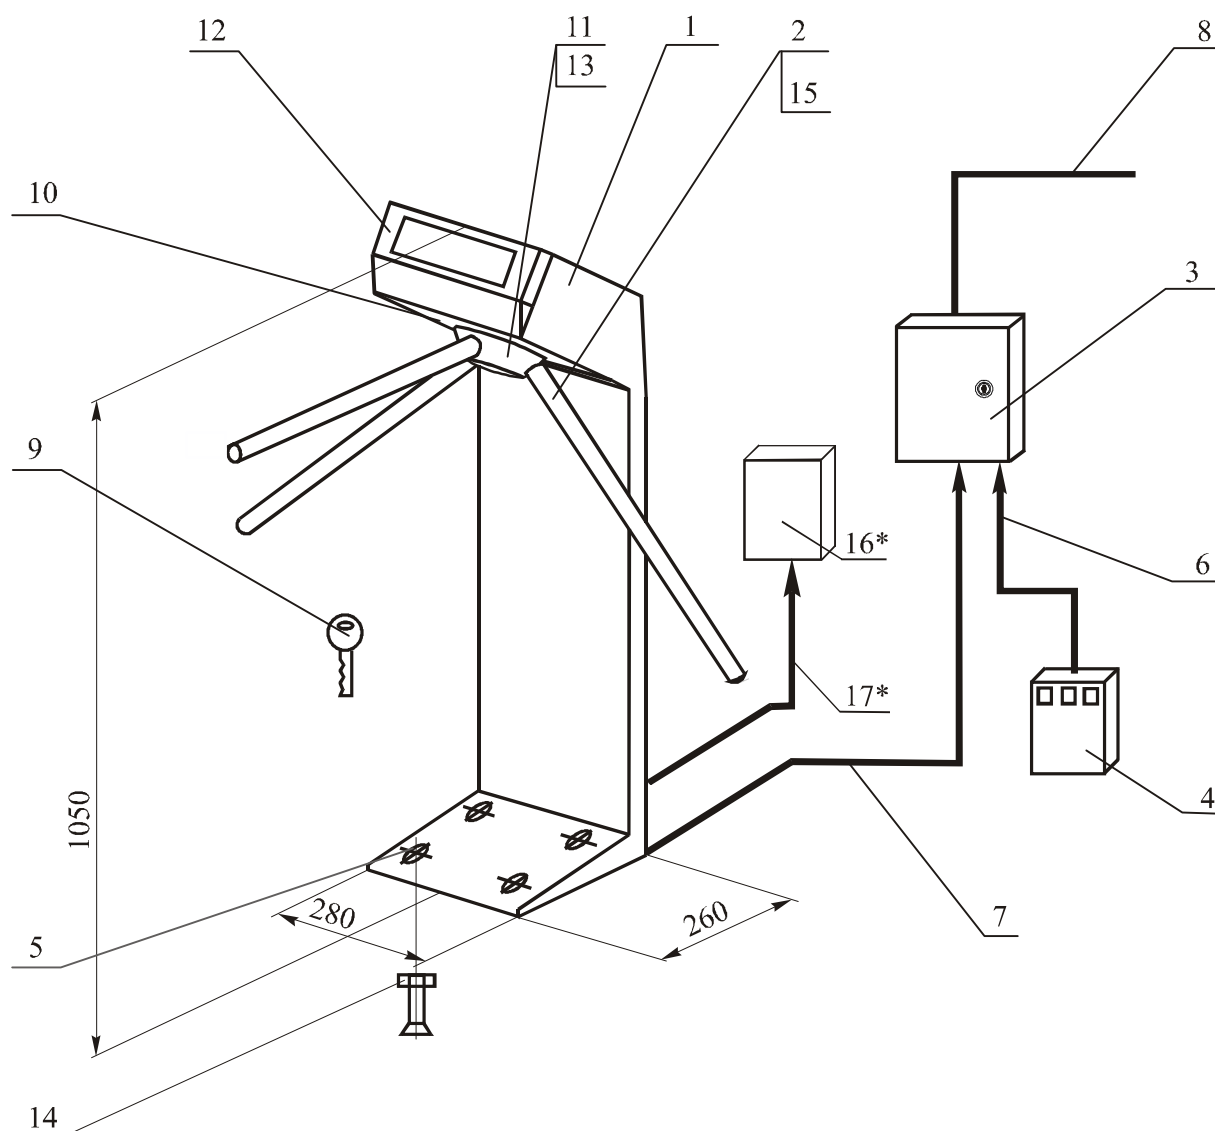
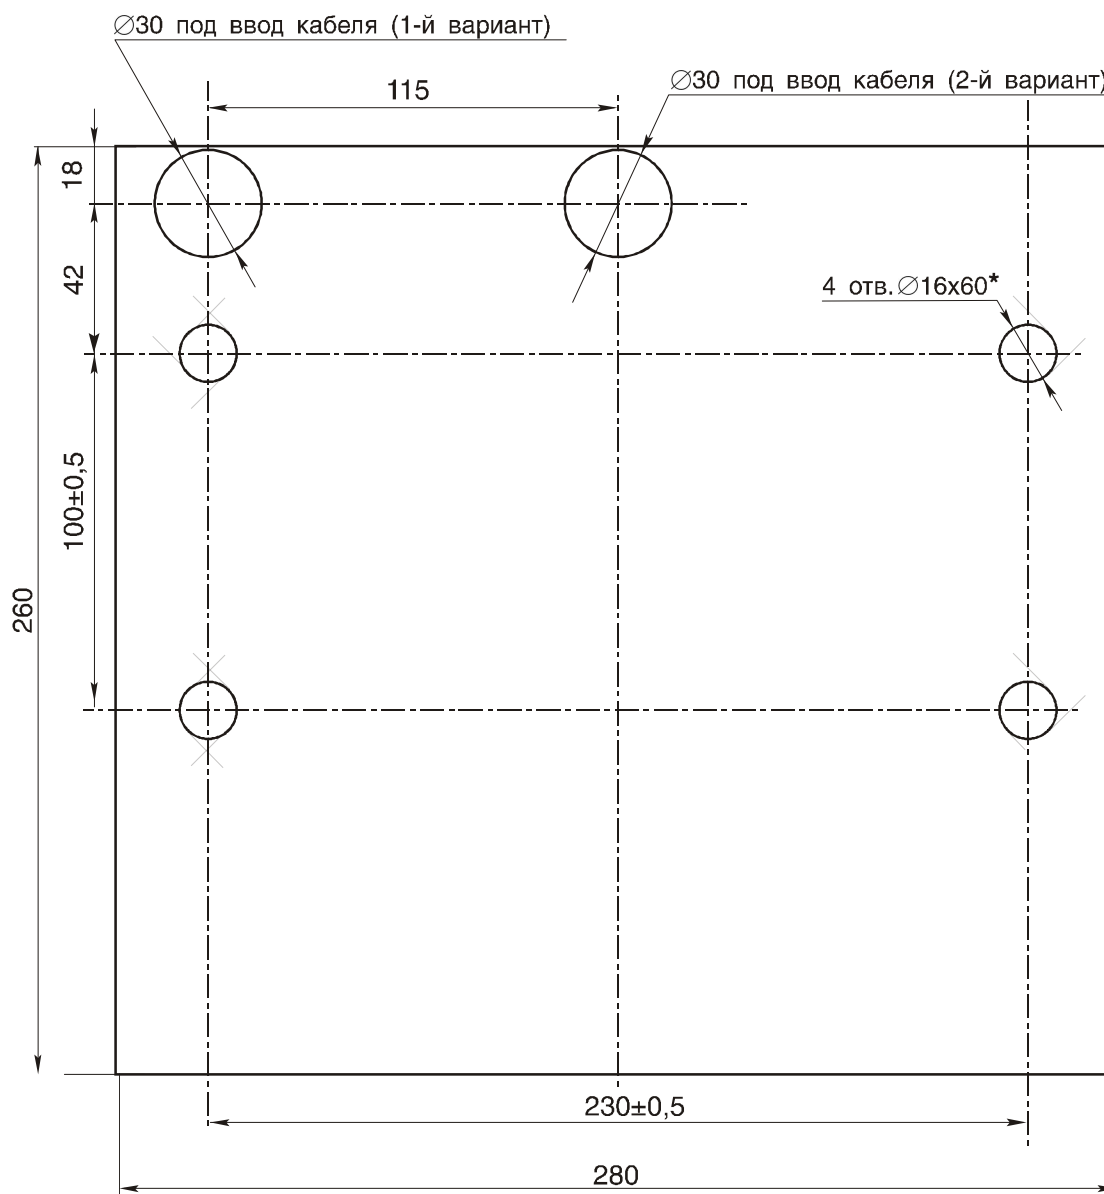

Рис. 1. Общий вид турникета PERCo-TTR-04SYS:
Рис.4. Разметка отверстий в полу под крепление стойки турникета PERCo-T-04 (PERCo-T-04W) и ввод кабеля
Устройство турникета показано на рис. 1.
8.3.2. Подготовьте в полу отверстия под гайки анкерных болтов (14) (см. рис. 1). Разметка отверстий в полу для крепления стойки турникета (1) и на стене для крепления контроллера (3) должна соответствовать рис. 4 и 5.
8.3.3. Вставьте гайки анкерных болтов в эти отверстия так, чтобы они не выступали над поверхностью пола. Установите стойку и закрепите её болтами (14). Установите заглушки (5).
При необходимости прокладки кабеля (7) стойки турникета под поверхностью пола, подготовьте в полу отверстие, соответствующее месту ввода кабеля стойки турникета (7) и кабеля питания системы терморегуляции (17)* (вариант 1 или 2 рис. 4). Крепление стойки турникета (1) (см. рис. 1) производите после прокладки кабелей (7) и (17)*.
8.3.4. С планшайбы (11) стойки турникета (1) снимите крышку, отвернув центральный винт. Отверните фиксирующий болт (15), установленный на преграждающей планке (2). Установите преграждающую планку в соответствующее посадочное место на планшайбе (11) стойки турникета и зафиксируйте преграждающую планку (2) болтом (15). Под головку болта установите пружинную шайбу.